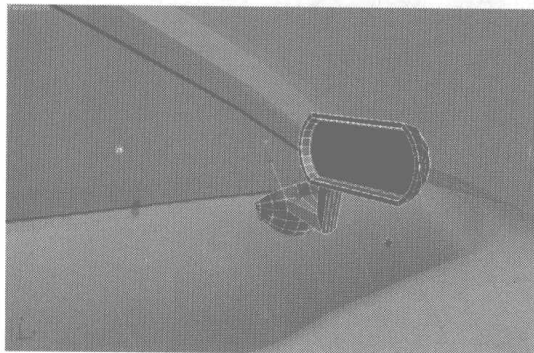
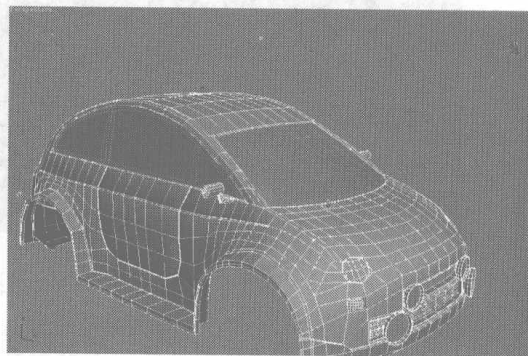

图 7.210
图 7.211
- 25 将倒车镜旋转 180°，摆放到合适的位置，如图 7.210 所示。单击 **Attach** 命令，将倒车镜与车身合并成一个模型，如图 7.211 所示。